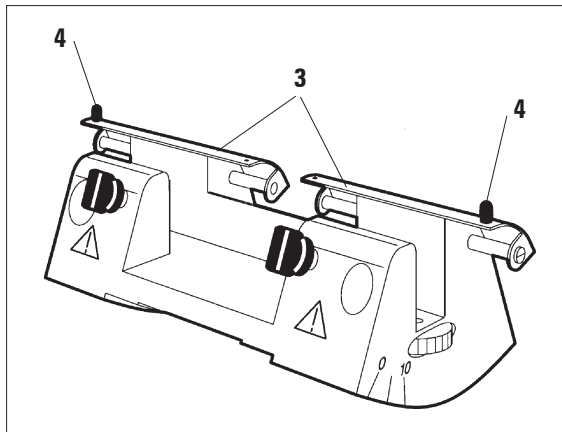

Fig. 3
Knivskyddet (3) på knivhållaren placeras lätt i läge med hjälp av de två knapparna (4) (Fig. 3).